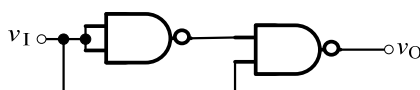

图 1 测试电路
4. 分析图 1 电路是否会发生竞争—冒险现象，并画出输入输出电压波形。如有竞争—冒险现象，请参考思考题 1 给出解决方案。